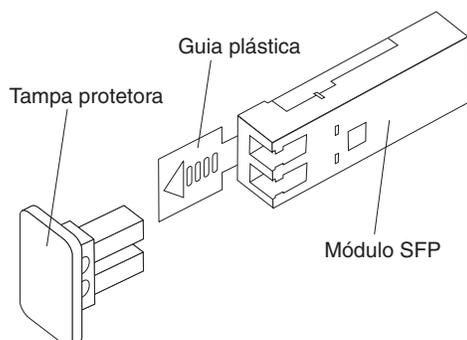

Figura 23. Módulo SFP e Tampa Protetora
2. Remova a tampa protetora do módulo SFP, conforme mostrado em Figura 23. Guarde a tampa protetora para uso futuro.
2. Se necessário, remova a tampa protetora do módulo SFP, conforme mostrado em Figura 23 na página 42. Guarde a tampa protetora para uso futuro.